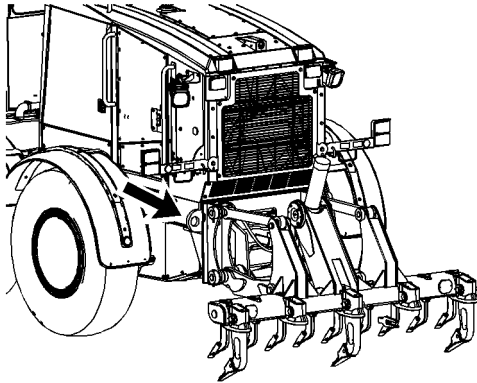

Ilustración 136
8. Instale cuatro cadenas de amarre en la parte trasera de la máquina. Hay un cáncamo de amarre en cada lado de la parte trasera de la máquina. Los cáncamos de amarre están identificados con una etiqueta que muestra una posición de amarre. Consulte la ilustración 136.